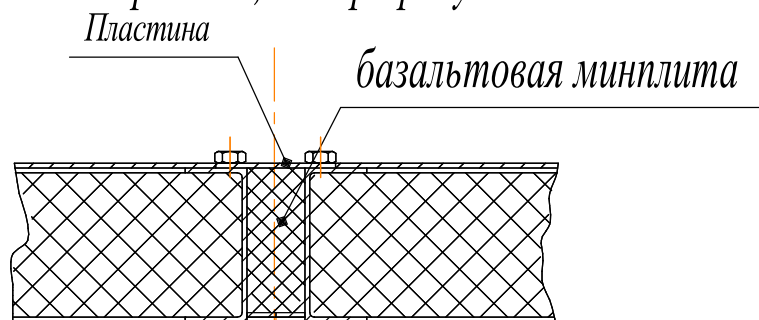

Рисунок 20
3.7.2 Нижний стык между блоками утеплить базальтовой минплитой (плотность 25-45 кг/м³), закрыть пластиной, закрепив ее самонарезающими болтами, допускается приварка пластины к полу, места сварки зачистить и подкрасить, смотри рисунок 20.